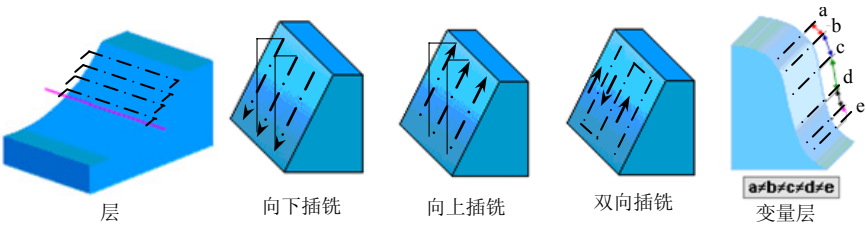

图 2-109 垂直加工方式
- 【垂直区域】: 在根据角度精铣中选中“垂直区域”复选框可进行垂直区域加工，此时可设置的垂直加工方法有：层、向下插铣、向上插铣、双向插铣和变量层，如图 2-109 所示。